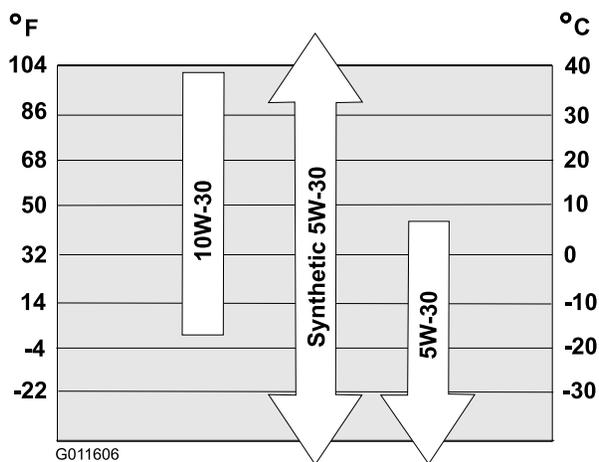

Figura 15
Consultate la Figura 15 per scegliere l'olio con la viscosità più adatta alla temperatura esterna prevista:
**Nota:** Riempite di olio la coppa fino a quando l'asta indica che il livello dell'olio motore è corretto, come illustrato in Figura 15. Se riempite eccessivamente il motore di olio, estraete l'olio in eccesso come indicato in Sostituzione dell'olio motore.